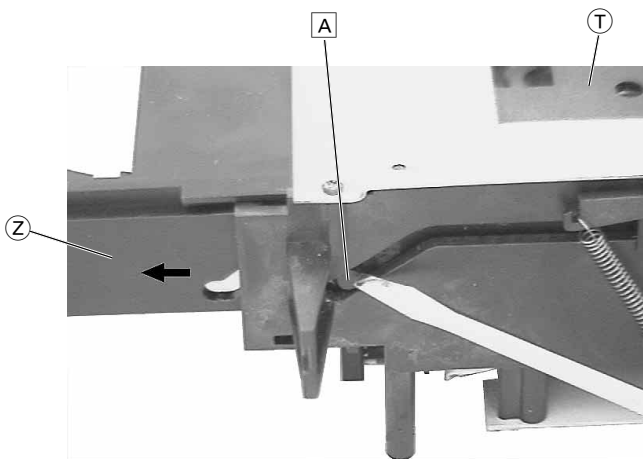
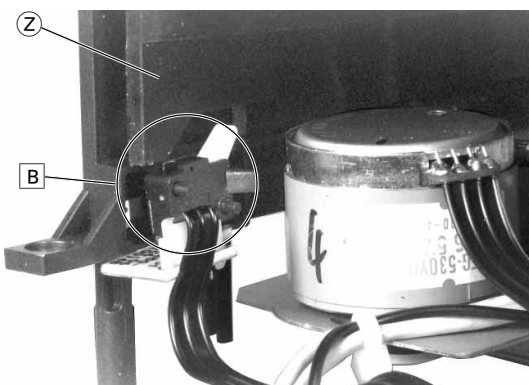

Fig. 8
Fig. 10
- Cassettenschublade (Z) bis zum Anschlag nach vorne schieben.
- Drücken Sie die beiden seitlichen Arretierungszapfen (A) (Fig. 8 und 9) der Cassettenauflage (T) nach innen und ziehen Sie dabei die Cassettenschublade (Z) nach vorne heraus.
- Achten Sie dabei auf den Loadingschalter (B) (Fig. 10), Bruchgefahr!
- Move the cassette drawer (Z) to the front stop.
- Pressing the two lateral locking pins (A) (Fig. 8 and 9) on the cassette support (T) inwards withdraw the cassette drawer (Z).
- Take care of the loading switch (B) (Fig. 10), risk of fracture!